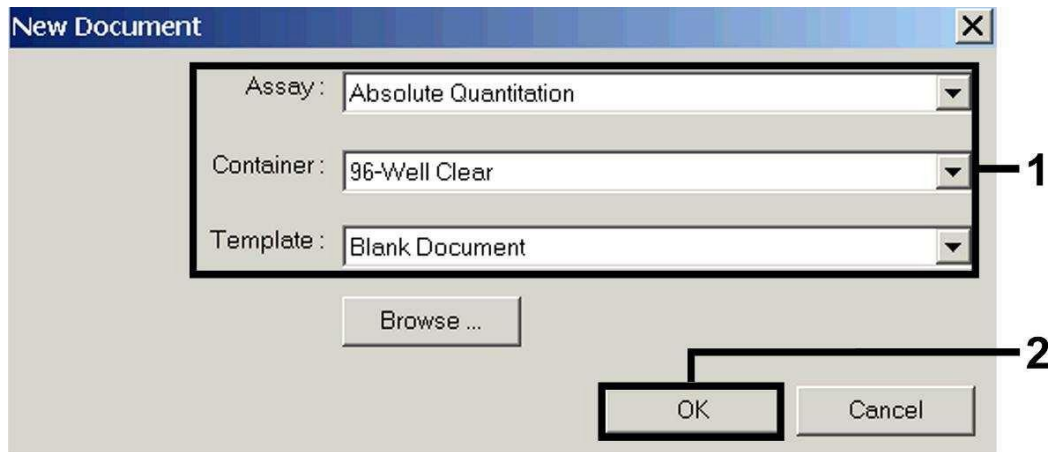

Fig. 3: Förinställningar vid framtagning av en ny PCR-körning (*New Document*).
Välj i *ABI PRISM 7000 SDS* under *File* menypunkten *New* och gör följande grundinställningar för det nya dokumentet (Fig. 3). En tidigare sparad mall (*SDS Template [*.sdt]*) finns till förfogande i *Template*-listan eller genom att välja med *Browse*-funktionen (se 8.5.1.5 *Spara PCR-körningen*). Bekräfta uppgifterna (OK).